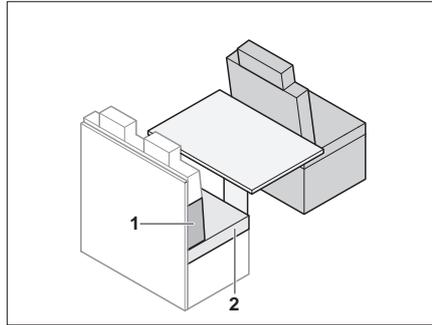

Bild 152 Vor dem Umbau
- Sitzpolster (Bild 152,2) entfernen.
- Rückenpolster (Bild 152,1) zwischen das Sitzpolster und die Rückwand legen. Die Keilform beachten.